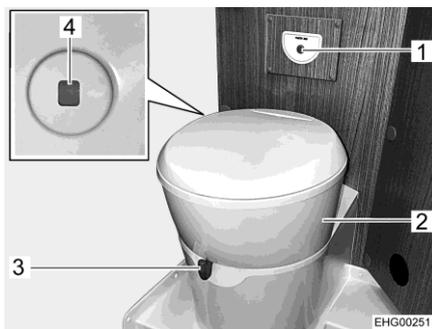

Fig. 77 Toilettes
Il est possible de tourner la cuvette dans la position souhaitée. Saisir pour ce faire le partie supérieur des toilettes (Fig. 77,2) des deux mains et tourner.
L'unité de commande avec le bouton de la chasse d'eau (Fig. 77,1) est positionné à proximité de la cuvette.
- Avant d'actionner la chasse d'eau, ouvrir le curseur des toilettes. Pousser pour cela le levier du curseur (Fig. 77,3) dans le sens inverse des aiguilles d'une montre.
- Pour actionner la chasse d'eau, appuyer sur le bouton bleu (Fig. 77,1).
L'indicateur de niveau (Fig. 77,4) passe du vert au rouge quand le réservoir pour matières fécales doit être vidé.